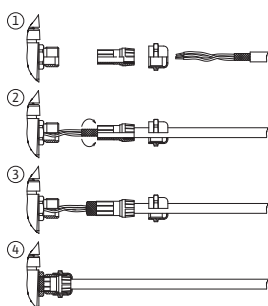

Fig. 29: Schermklem
Het scherm wordt via de kabeldoorgang met de elektronicamodule verbonden. Zie Fig. 29.
De kabels van de digitale ingangen, analoge ingangen en buscommunicatie moeten via de metalen kabelschroefverbinding van de kabeldoorgang (Fig. 21, pos. 4, 5 en 6) zijn afgeschermd. Zie voor afscherming Fig. 29.